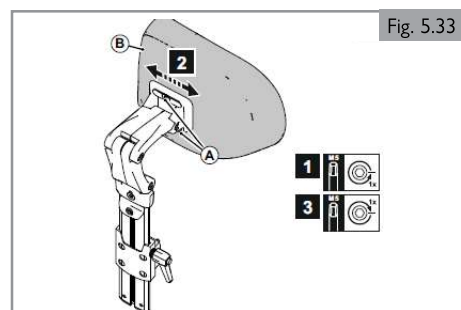

Fig. 5.33
**Réglage de la position horizontale du coussin de l'appui-tête (Fig. 5.33)**
1. Desserrez (A) d'un tour.
2. Ajustez (B) à la position désirée.
3. Resserrez (A).